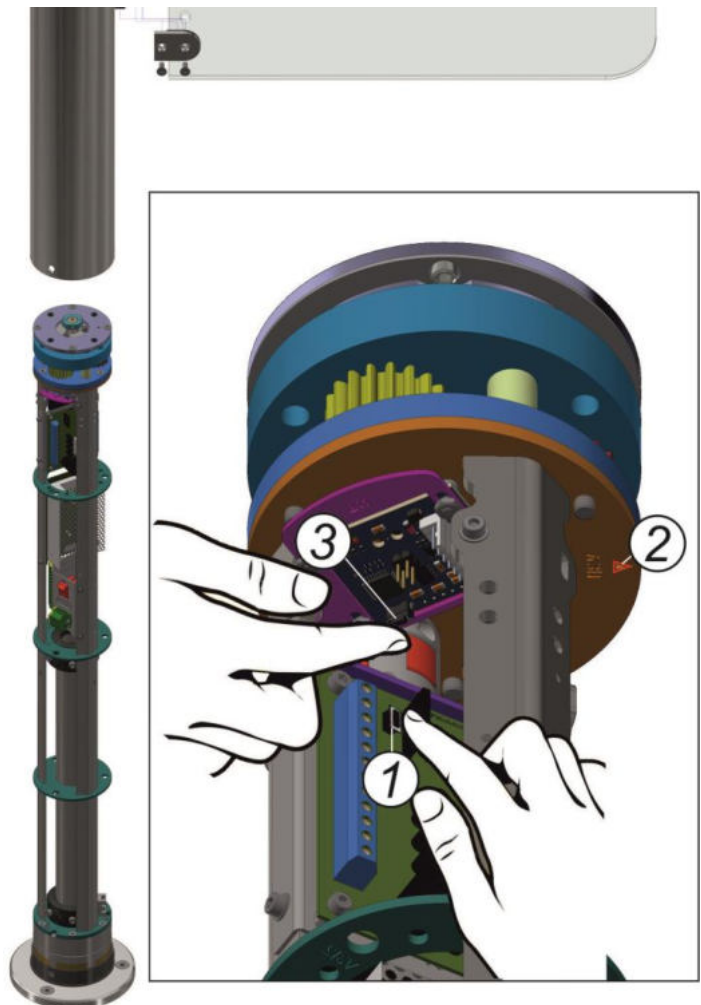

Рис. 10– Встановлення нульового положення стулки
1. На контролері PCB.201.01.00.00 натиснути та утримувати (Рис.10) кнопку RESET (1);
5. Відпустити кнопку RESET (1) на контролері PCB.201.01.00.00 (Рис.10);